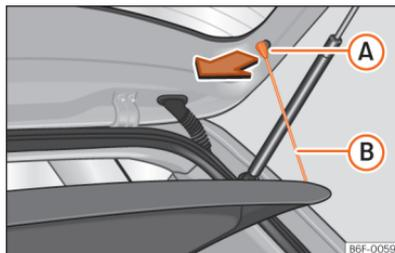

Fig. 142 Na bagageira: desmontar e montar a chapeleira.
- Desengate os tirantes de fixação »» Fig. 142 **B** dos alojamentos **A**.
- Engate os tirantes de fixação »» Fig. 142 **B** na porta da bagageira.